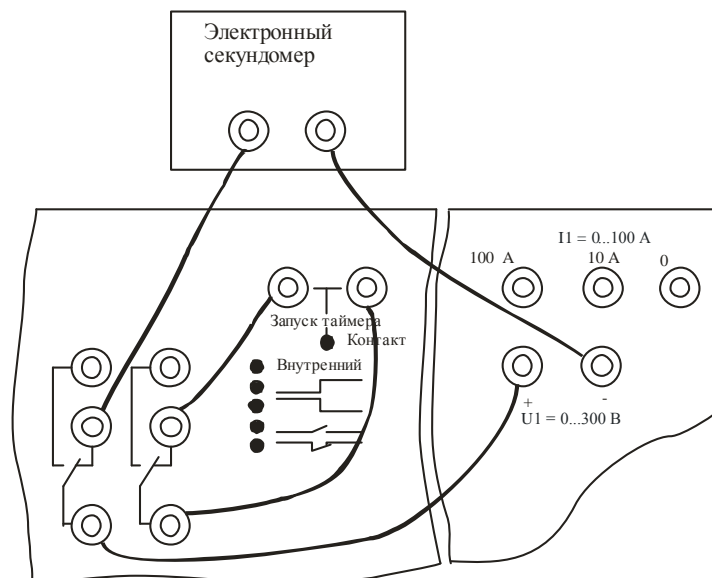

Рис.6.1. Схема соединения приборов при контроле измерения времени
6.2.3.19 Для опробования в режиме измерения времени собрать схему рис. 6.1.